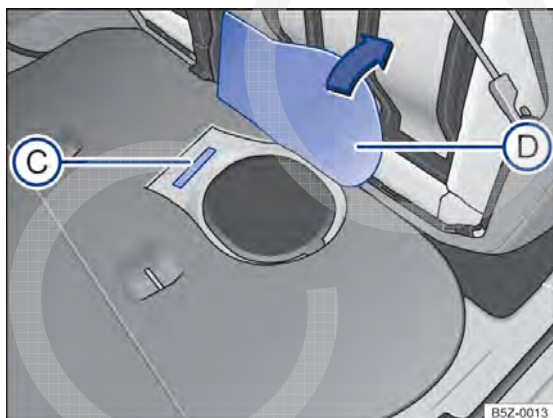

Fig. 18 Debaixo do banco traseiro sob o revestimento do assoalho (D): número de identificação do veículo (C).
O número de identificação do veículo está localizado debaixo do banco traseiro sob o revestimento do assoalho → Fig. 18 (C). Para encontrar
o número de identificação do veículo, rebater o banco traseiro e levantar o revestimento do assoalho → Fig. 18 (D).